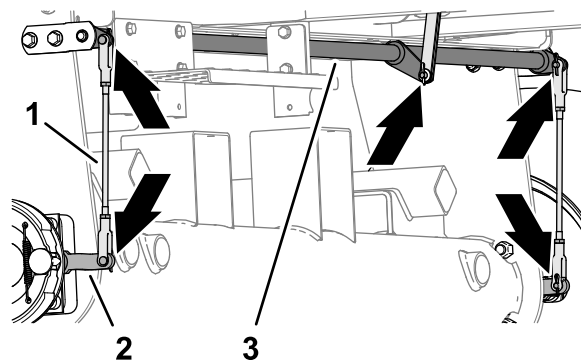

Figura 82
1. Ispezionate i gruppi delle aste dei freni di sinistra e destra (Figura 82) per escludere danni e usura.
2. Ispezionate l'albero di articolazione del freno (Figura 82) per escludere danni e usura.